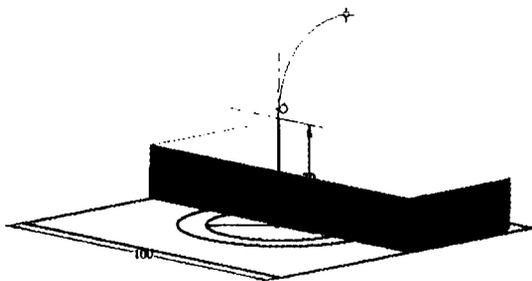

Рис. 3.18. Добавление новой геометрии в существующий эскиз
13. Теперь щелкните на первую линию и вторую линию. Так как они не параллельны, появится угловой размер. Расположите его, как показано на рис. 3.18, и установите значение 30.